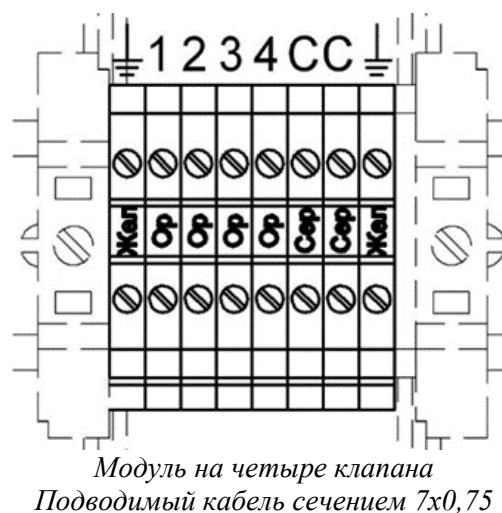

**Рисунок 11**
5.2.23 Установить на боковой панели нижнего фильтровального модуля фитинг угловой KQ2L08-99A (рисунок 11). Подключить к ним пневмотрубки диаметром 8 мм. Свободные концы трубок подключить к разъёмам, расположенным на корпусе шкафа управления, соблюдая указания маркировки «-» и «+».